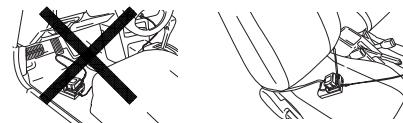

Fig. 12
- Fixați încărcătorul acumulatorului în automobil. Folosiți centura furnizată cu încărcătorul pentru a-l fixa și pentru a preveni orice mișcare accidentală. (Vedeți Fig. 12)